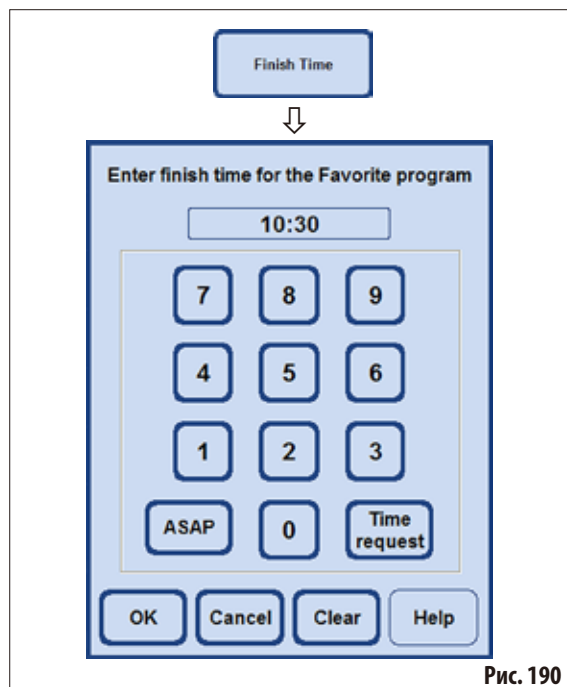

Рис. 190
- Нажмите кнопку **FINISH TIME**, чтобы вызвать окно для ввода времени окончания (рис. 190).